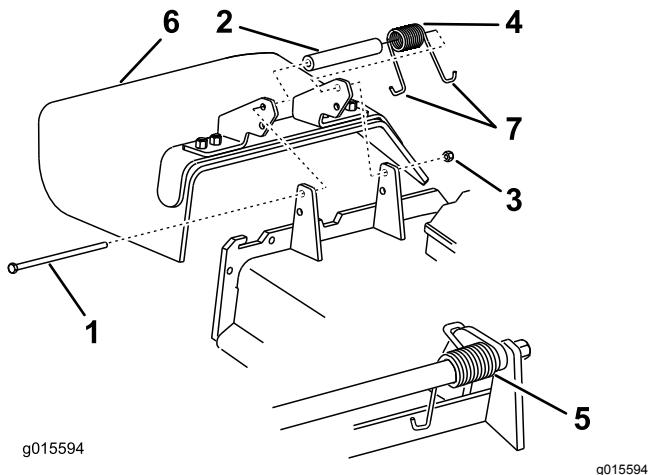

Bild 111
1. Entfernen Sie die Sicherungsmutter, Schraube, Feder und das Distanzstück, mit denen das Ablenkblech an den Schwenkhalterungen befestigt ist (Bild 111).
2. Entfernen Sie defekte oder abgenutzte Ablenkbleche (Bild 111).
**Hinweis:** Achten Sie darauf, dass ein J-förmiges Federende hinter der Mähwerkseite befestigt ist, bevor Sie die Schraube einsetzen, wie in Bild 111 abgebildet.
6. Führen Sie das J-förmige Hakenende der Feder um das Ablenkblech (Bild 111).